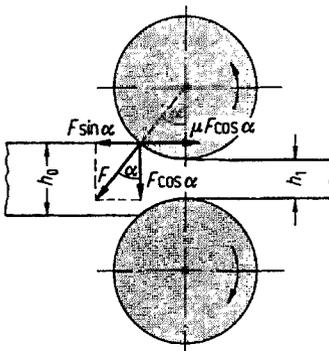

Bild A 11.4
5. Beim Walzen wird der Werkstoff unter dem Druck zweier zylindrischer (oder profilierter) Walzen gestreckt. Der Werkstoff ist einem "kontinuierlichem Druckversuch" unterworfen. Dabei tritt am Eintritt in den Walzspalt die in Bild A 11.4 skizzierte Kraftsituation auf. Um den Werkstoff in den Walzspalt einzuziehen, muß die Kraft, die versucht den Werkstoff in die Walzen zu ziehen größer sein, als die horizontale Komponente der aufgebrachten Druckkraft. Daraus leitet sich die Forderung ab, daß der Öffnungswinkel der Walze kleiner als der Reibungswinkel sein muß.